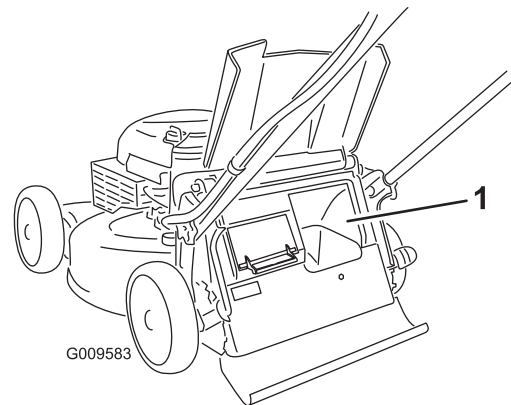

**Figure 19**
- Pour ramasser les déchets d'herbe et de feuilles, appuyez sur le bouton du levier de ramassage sur demande et déplacez le levier complètement en avant jusqu'à ce que le bouton ressorte (Figure 19).